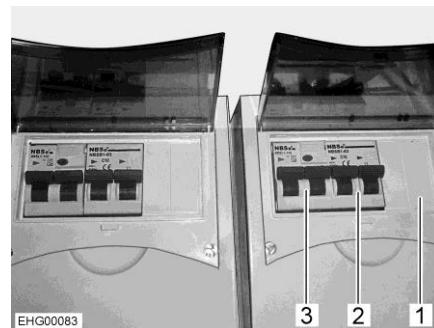

Fig. 136 Scatola dei fusibili supplementare
Le prese sono protette da un interruttore di sicurezza (Fig. 136,2) e da un interruttore di sicurezza per correnti di guasto (Fig. 136,3) in una scatola dei fusibili (Fig. 136,1) aggiuntiva.
- Se il veicolo è collegato all'alimentazione a 230 V, premere il tasto di controllo sull'interruttore di sicurezza per correnti di guasto (Fig. 136,3). L'interruttore di sicurezza per correnti di guasto (FI) deve scattare.